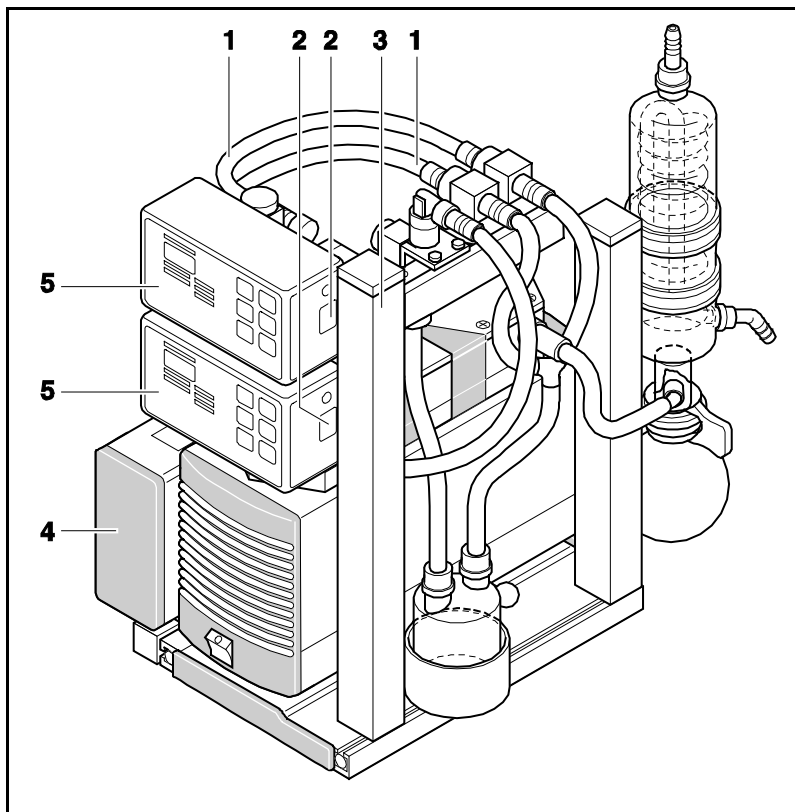

Abb. 8: Vakuum-Controller (dargestellt LABOPORT-System SCC am Beispiel der Pumpe N 840.3 FT.18)
1. Steuereinheit (siehe Abb. 8/4) mit beiden Klemmmuttern in die seitliche Nutenschiene der Basisplatte schieben.
1. Befestigungsteil vom Stativ (siehe Abb. 8/3) in die seitliche, nach oben weisende Nutenschiene der Basisplatte schieben.